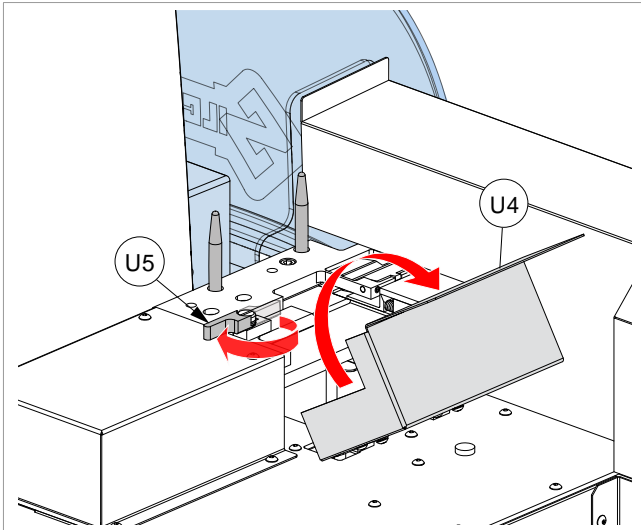

Fig. 36
- 1) Roteer de afscherming (U4) (Fig. 36).
- 2) Roteer de hendel (U5) volledig (Fig. 36).